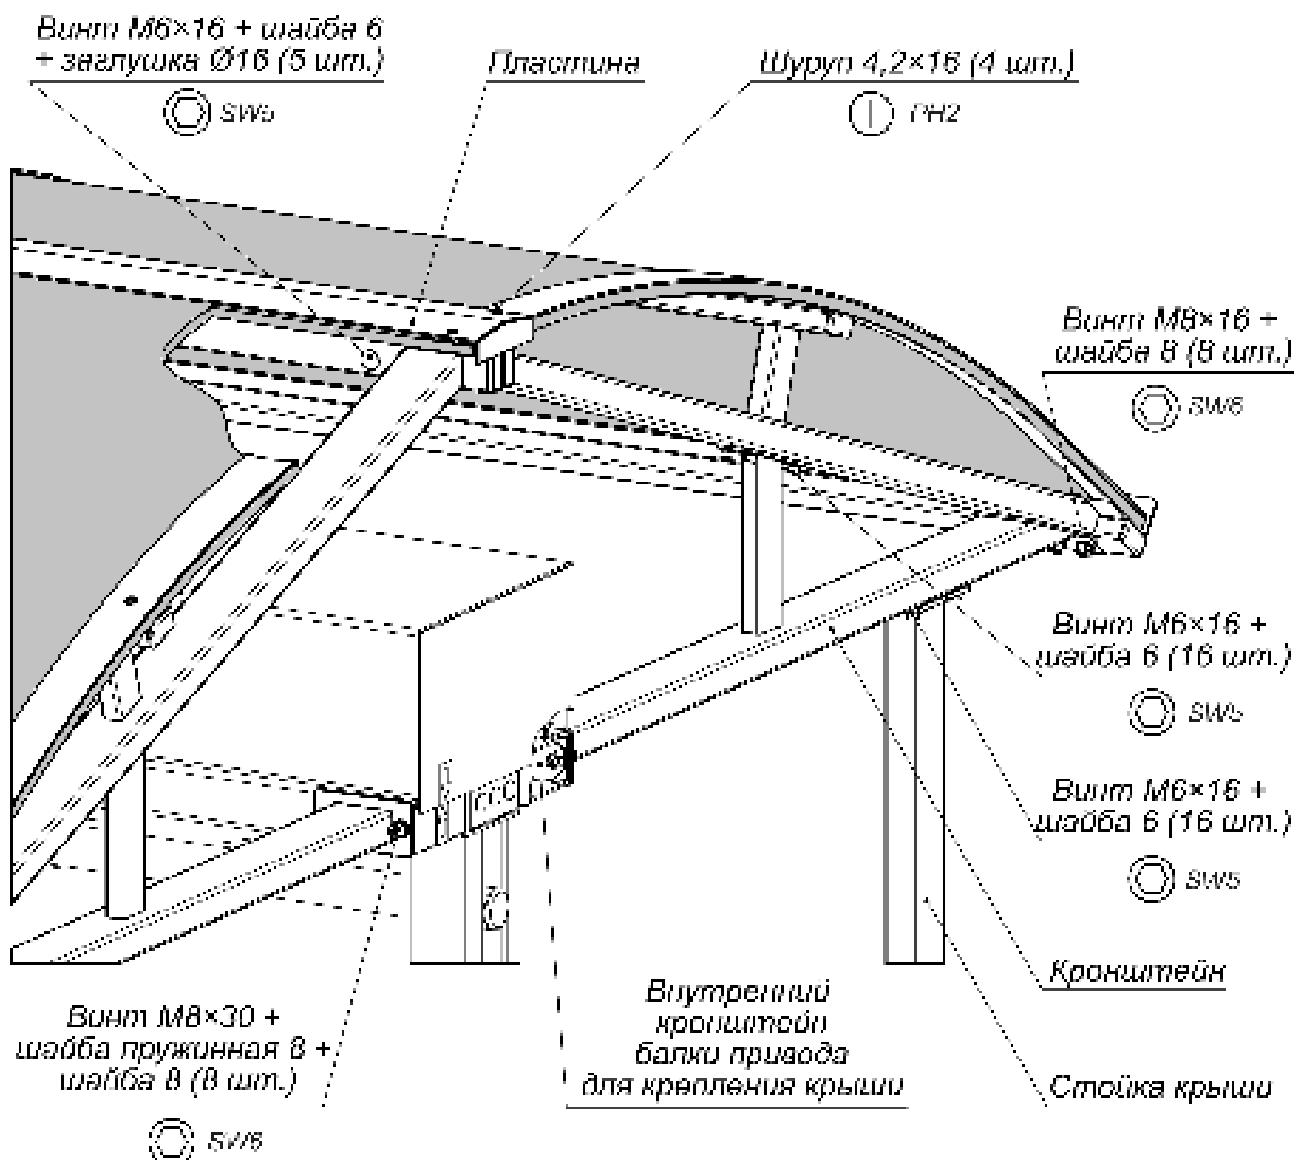

Рисунок 4. Монтаж крыши к балке привода турникета
7. Поднимите кронштейн на верхнюю горизонтальную площадку стойки, совмещая крепежные отверстия и отверстия в стойках и сориентировав фланец кронштейна на боковой поверхности балки привода турникета. Зафиксируйте кронштейн болтами M6×16 с шайбами на каждой стойке, ключ SW5 (см. рис. 4).
8. Закрепите кронштейн двумя болтами M8×30 с пружинными и плоскими шайбами к балке привода турникета, ключ SW6 (см. рис. 4). Затяжка болтов – предварительная. Стык фланца и балки привода турникета перед затяжкой болтов рекомендуется герметизировать герметиком силиконовым.
10. Выполните установку полукаркаса крыши с одной из сторон турникета **PERCo-RTD-16**, зафиксировав его болтами M6×16 с шайбами – 8 шт. (ключ SW5) и M8×16 с шайбами – 4 шт. (ключ SW6) на установленных кронштейнах (см. рис. 4).